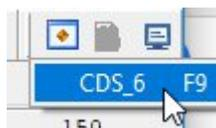

Figure 81 – Lancement CDS via PsPad
8. Le lancement automatique de CDS est obtenu via le raccourci F9 dans PsPad (Figure 81). Ce lancement peut être configuré dans l'onglet « Application externe » de la coloration syntaxique.